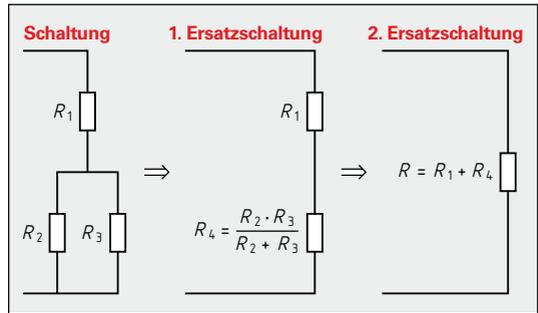

Bild 1: Reduzierung einer gemischten Schaltung
**Gemischte Schaltungen** enthalten Reihenschaltungen und Parallelschaltungen (**Bild 1**). Zur Berechnung des Ersatzwiderstandes einer gemischten Schaltung wandelt man nacheinander die Reihenschaltungen und Parallelschaltungen in ihre Ersatzschaltungen um und fasst diese zusammen (**Bild 1**).